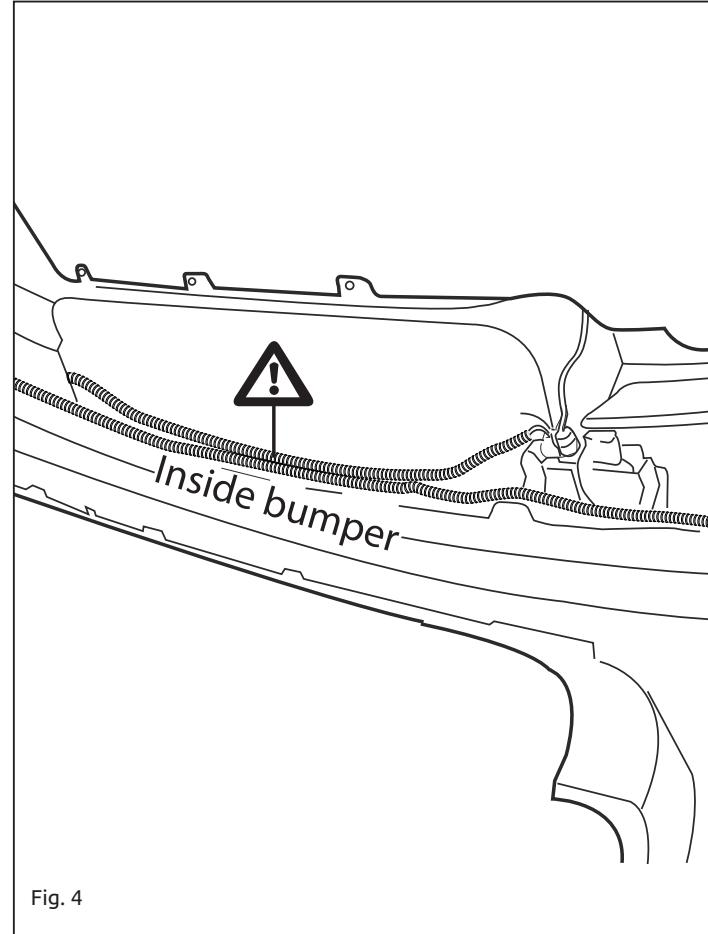

Fig. 4
11. **Внимание!** :При монтаже деталей буксирного крюка следите за тем, чтобы не были повреждены имеющиеся провода. См. рисунок 4.